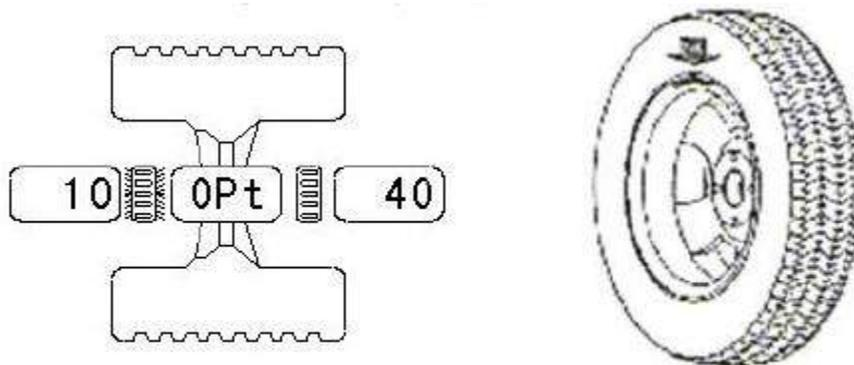

Fig. 4
- Mueva la llanta lentamente en sentido anti horario, cuando el conjunto de LEDs de la izquierda se prendan por completo esto indicará que se llegó a la posición angular correcta para colocar el contrapeso (posición 12 en punto) por dentro como en la fig. 4.